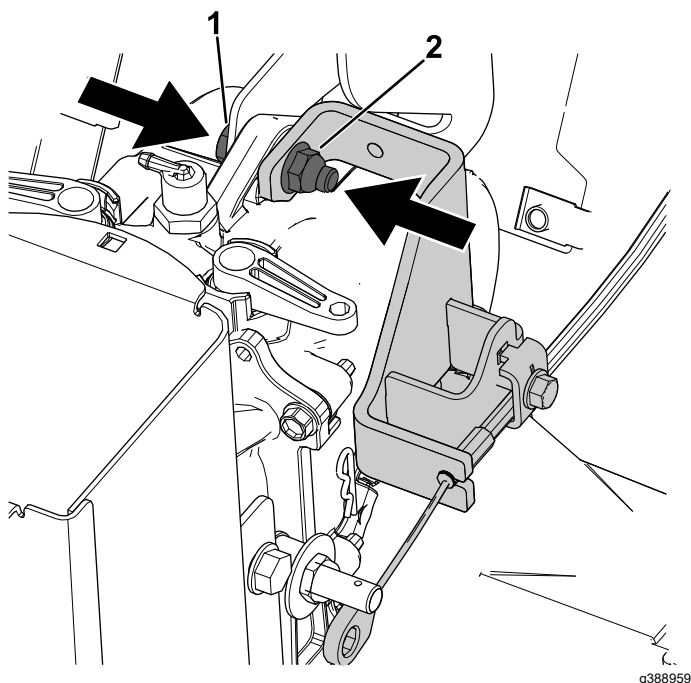

Figura 15
- A. Prenda o topo do suporte da transmissão hidrostática ao conjunto da transmissão hidrostática e ao suporte da transmissão hidrostática com o novo parafuso (5/16 x 1 1/4 pol.) e a porca de bloqueio (5/16 pol.) (Figura 15).